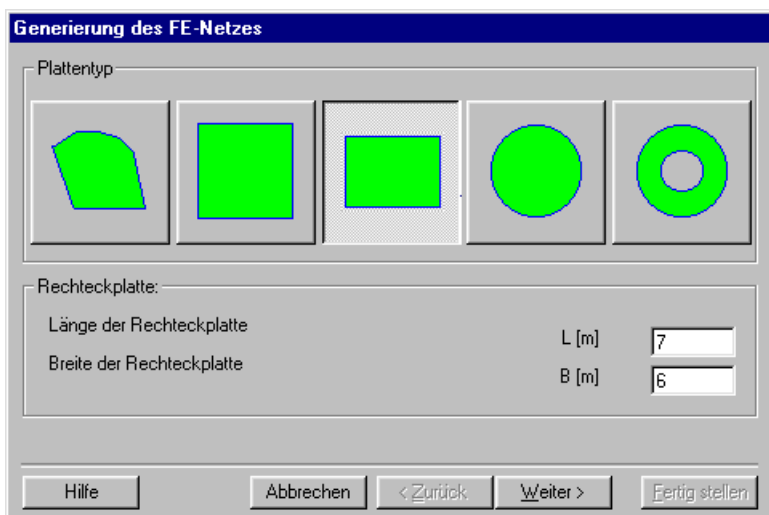

Bild 2-8 Auswahl von Netzschablonen
- Wählen Sie "FE-Netzdaten" aus dem "Daten"-Menü des *ELPLA-Daten*-Fensters. Eine Auswahl von Schablonen verschiedener Netzformen erscheint (Bild 2-8). Diese Netzschablonen werden verwendet, um die Standardnetze zu generieren, die konstante Größe in  $x$ - und  $y$ -Richtung haben. Für das gegebene Problem mit rechteckigem Grundriss und Buchtecke wird das Netz der finiten Elemente zuerst für den ganzen rechteckigen Bereich generiert, dann werden mit der Maus die unnötigen Knoten entfernt, um den Plattengrundriss zu definieren